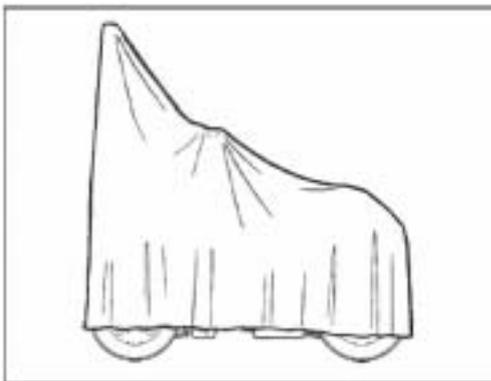

Рисунок 52 Защита катка от воздействия погодных условий
- \* Опустить кожух приборной панели. Накрывать машину брезентом полностью. ВНИМАНИЕ: Брезент не должен касаться земли (смотри рисунок 52). Каток желательно хранить в закрытом помещении при постоянной температуре.